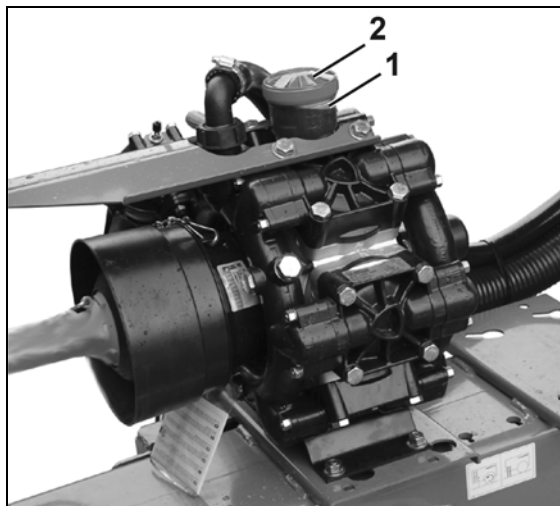

Fig. 182
1. Oljenivået skal være synlig i markeringen (Fig. 182/1) når pumpen står stille i vannrett stilling.
2. Lokket (Fig. 182/2) tas av og olje fylles på når oljenivået ikke er synlig i markeringen (Fig. 182/1).
2. Ta av lokket (Fig. 182/2).
5. Inngangsakselen dreies vekselvis mot høyre og venstre samtidig som det fylles langsomt på olje. Den korrekte oljemengden er påfylt når oljen er synlig i markeringen (Fig. 182/1).
- Legg merke til hvordan ventilene på suge- og trykksiden er montert før du demonterer ventilgruppene (Fig. 182/5).
- Når delene monteres igjen, må du påse at ventilstyringen (Fig. 182/9) ikke skades. Skader kan føre til at ventilene blokkeres.
- Mutterne (Fig. 182/1,2) må alltid skrues fast over kryss med det oppførte dreiemomentet. Er ikke boltene strammet korrekt, gjør det at pumpen blir utett.
2. Ta av mutterne (Fig. 182/1,2).
3. Ta av suge- og trykkrøret (Fig. 182/3 og Fig. 182/4).
4. Ta av ventilgruppene (Fig. 182/5).
5. Kontroller om ventilsetet (Fig. 182/6), ventilen (Fig. 182/7), ventilfjærene (Fig. 182/8) og ventilstyringen (Fig. 182/9) er skadd eller slitt.
6. Ta av o-ringen (Fig. 182/10).
8. Når ventilgruppene (Fig. 182/5) er kontrollert og rengjort, monteres de igjen.
9. Sett på nye o-ringer (Fig. 182/10).
10. Suge- (Fig. 182/3) og trykkanalen (Fig. 182/4) flenses på pumpehuset.
11. Trekk til mutterne (Fig. 182/1,2) over kryss med et dreiemoment på **25 Nm (BP 160-185) / 20 Nm (AR 250-280)**.